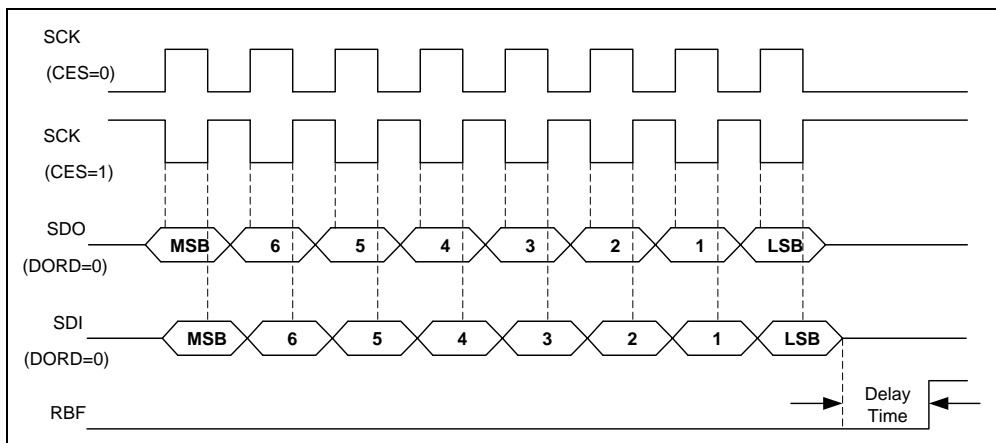
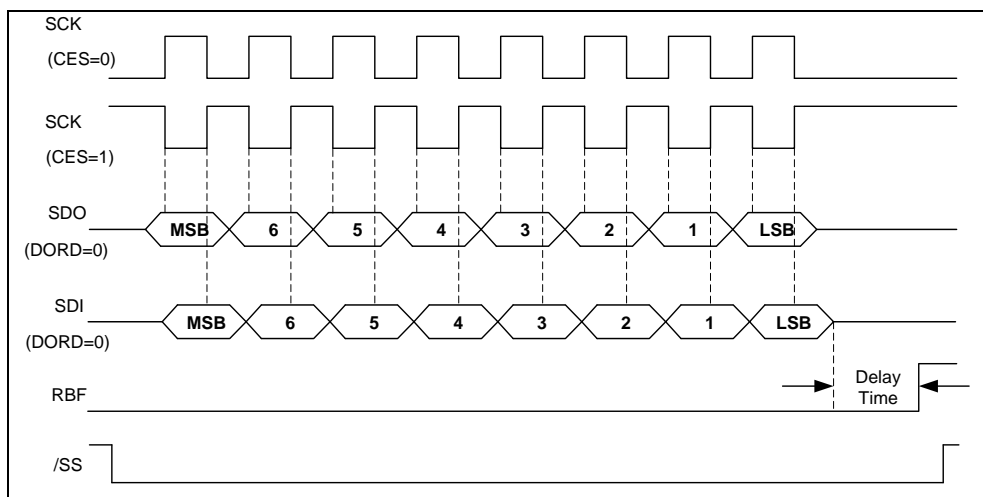

图 6-23 带 \overline{SS} 禁止的 SPI 模式
图 6-24 带 \overline{SS} 使能的 SPI 模式
- 时序如图6-23和6-24所示。
SCK 边沿可通过 CES 位来选择。不论 EM88F712N 工作于主模式或 \overline{SS} 禁止的从模式，图 6-23 所示波形均适用。而图 6-24 所示波形仅在 \overline{SS} 使能的从模式适用。